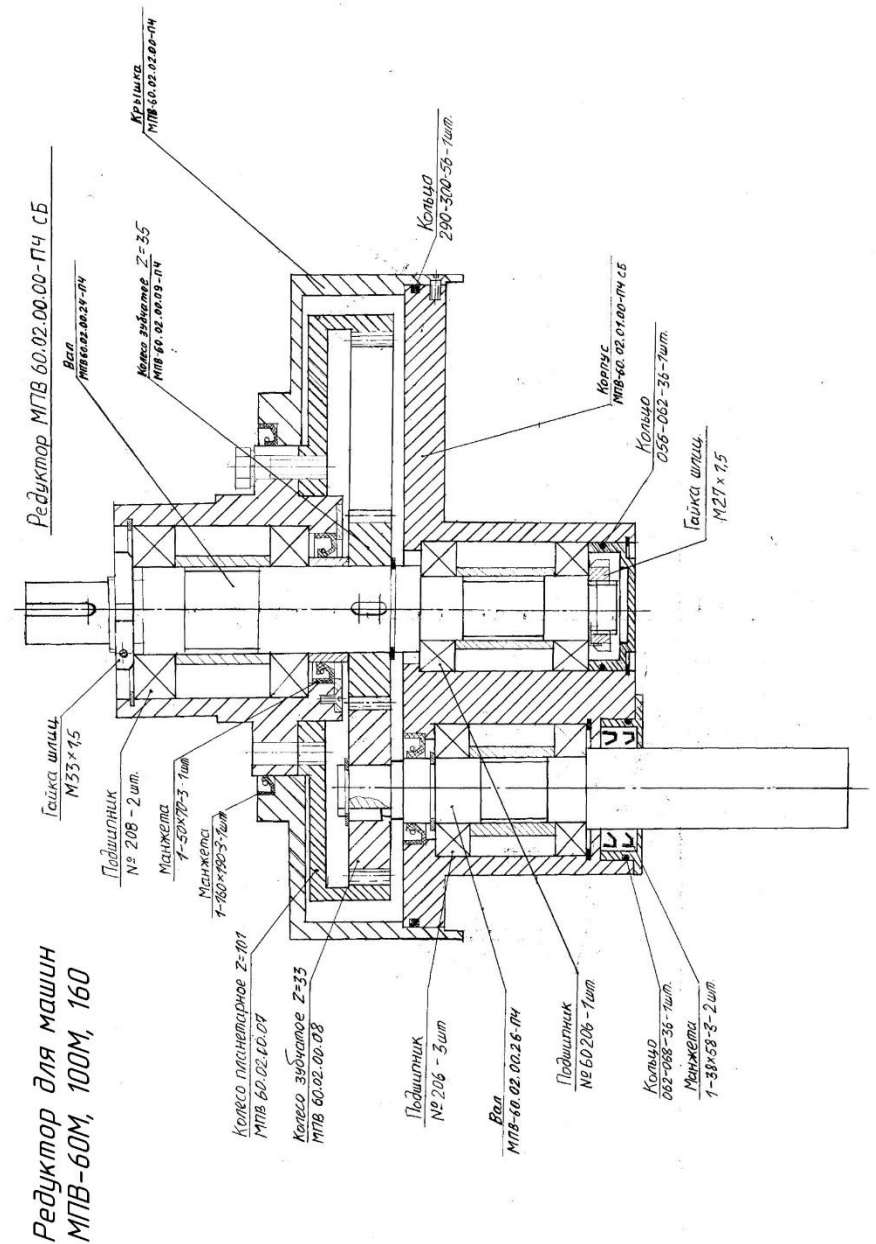

Рис.3
3.5.1. Смену масла в редукторе и смазку основных узлов проводить согласно карты смазки (рис.3)
Проверить наличие смазки подшипников в соответствии с таблицей смазки (рис. 3) и, при необходимости, смазать.